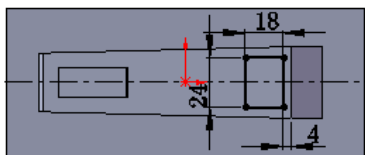

图 12.2.13 横断面草图
- ② 定义横断面草图。在草图环境中绘制图 12.2.13 所示的横断面草图。